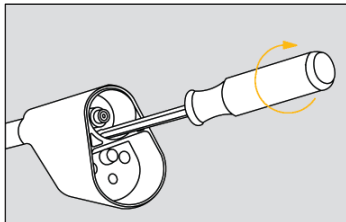

Abb. 3
- Befestigen Sie den Batteriedeckel mit den beiden Zylinderschrauben im Kopfteil (siehe Abb. 3 / Seite 20). Achten Sie darauf, dass die beiden kleinen schwarzen O-Ringe richtig in der Senkung aufliegen.